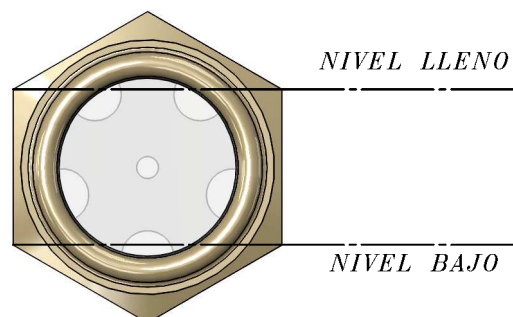

Figura 13. Mirilla del Aceite Hidráulico
2. Visualmente inspeccione la mirilla de visión del aceite hidráulico (Figura 13) localizada en la parte trasera derecha del chasis delantero. Para operación normal el nivel del aceite hidráulico debe estar bajo la parte superior y por encima del fondo de la ventanilla. **NO LLENE DE MAS.**